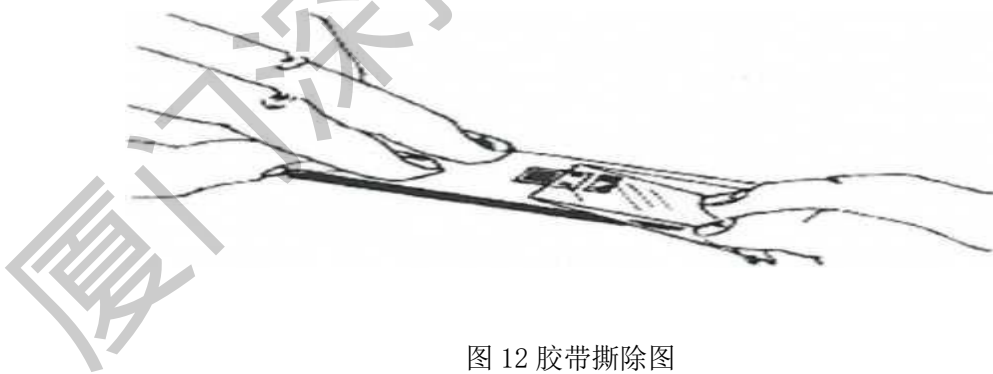

图 12 胶带撕除图
4.1.1.10 烘烤完成后, 将样品取出放置冷却至室温, 小心将应变片上的胶带撕除, 胶带撕起时上拉角度小于 45。(图 12), 以免将应变片折损, 影响后续测试数据;